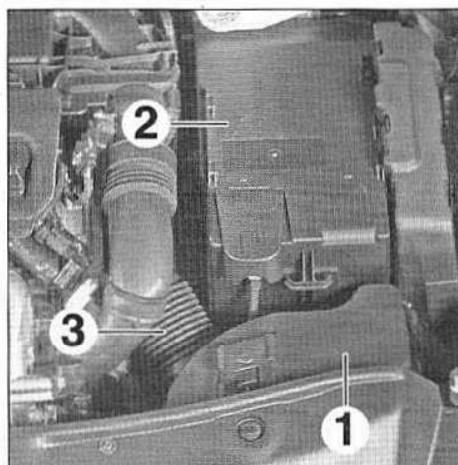
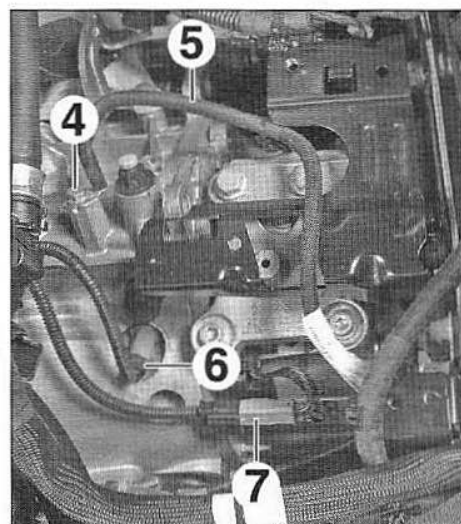

FIG.5
FIG.6
- le résonateur d'entrée d'air (1) (Fig.5),
- la batterie (2) (voir chapitre "Équipements électriques"),
- le col d'entrée d'air (3),
- la vis (4) (Fig.6),
- le câble de masse (5).
- de contacteur de marche arrière (6),
- de capteur de point mort (7) de commande de vitesses.